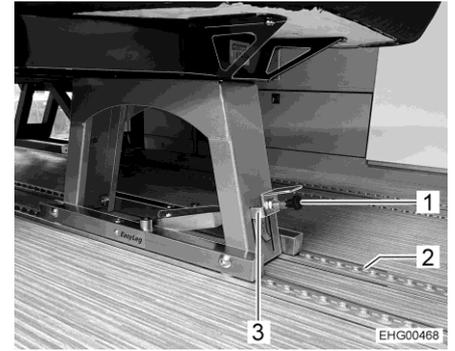

Fig. 7 Sedile singolo (arresto sbloccato)
- Se il sedile singolo/doppio è inserito sulla rotaia (Fig. 7,2) o spostato nella posizione desiderata: tirare in avanti la maniglia nera (Fig. 7,1).
- **Spingere la staffa di metallo (Fig. 7,3) verso il basso.**